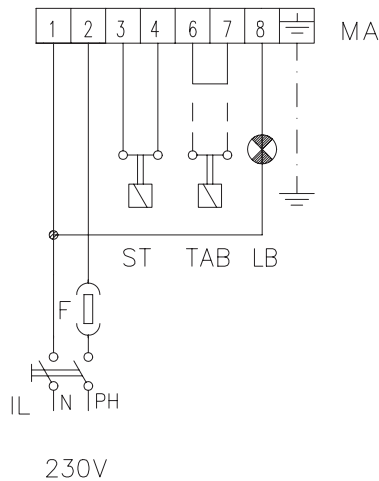

Рис. 6
- Выполнить электрические соединения, согласно схеме на Рис. 6.